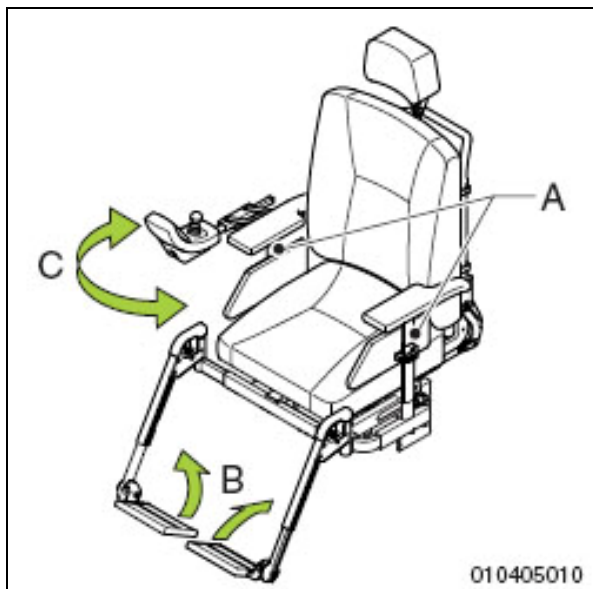

Abbildung 3.1
1. Klappen Sie die Fußunterstützung nach oben (Abb. 3.1 und 3.2 - B).
1. Lösen Sie das Sternrad und nehmen Sie die Armlehne (Abb. 3.1 und 3.2 - A) ab.
3. Je nach Ausführung der Bedieneinheit muss die Bedieneinheit eventuell zur Seite geschwenkt werden (C).